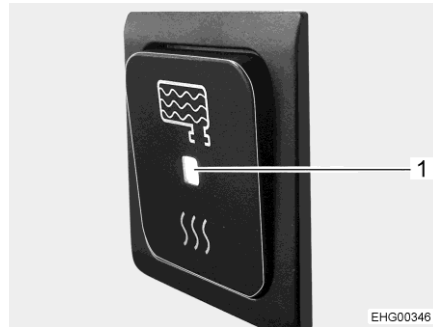

Bild 68 Ein-/Aus-Schalter, eingeschaltet
Wenn der Ein-/Aus-Schalter der Steuerung eingeschaltet ist (Bild 68), schaltet sich die Abwassertank-Heizung automatisch ein, sobald die Außentemperatur unter 0 °C fällt. Der Abwassertank ist somit vor Frost geschützt.
- Ein-/Aus-Schalter unten drücken. Die LED-Anzeige (Bild 68,1) leuchtet.
- Ein-/Aus-Schalter oben drücken. Die LED-Anzeige (Bild 68,1) erlischt.